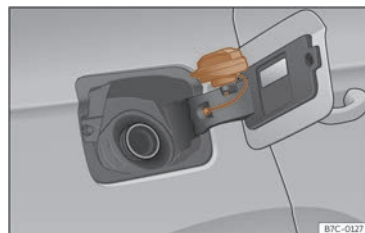

Fig. 180 Tapa del depósito con el tapón encajado.
• Colóquelo en el espacio que hay en la bisagra de la tapa abierta >>> **fig. 180**.